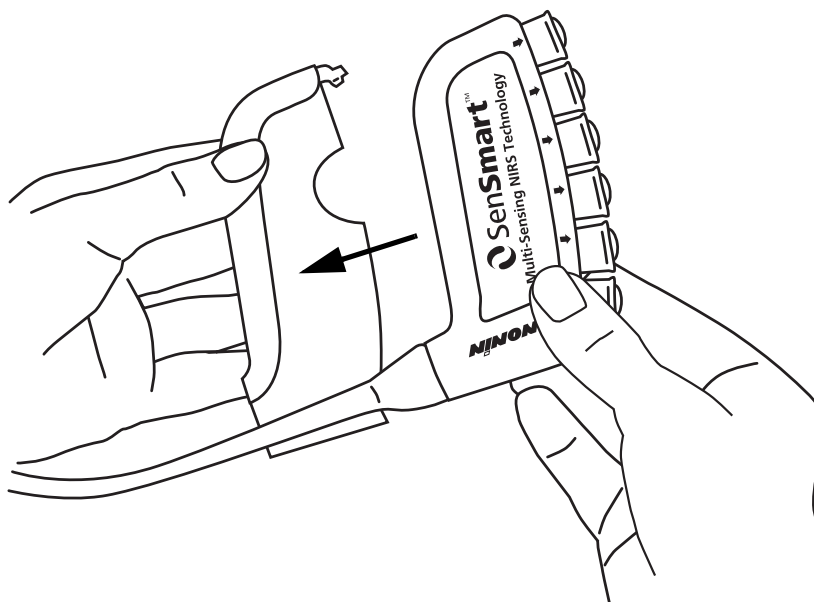

Figura 10: Introduzir a haste no suporte da haste
- a. Alinhar a haste e o respectivo cabo com o suporte da haste (figura 10).